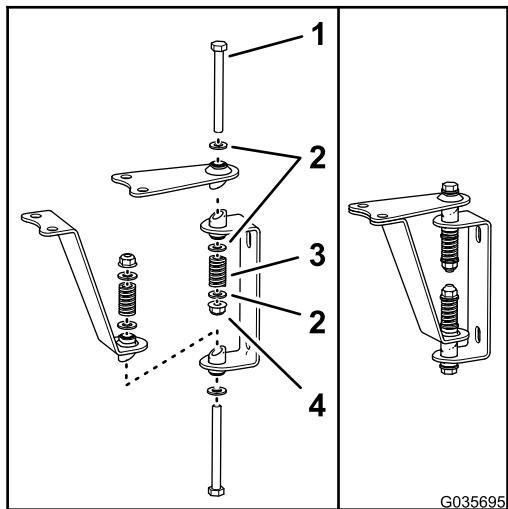
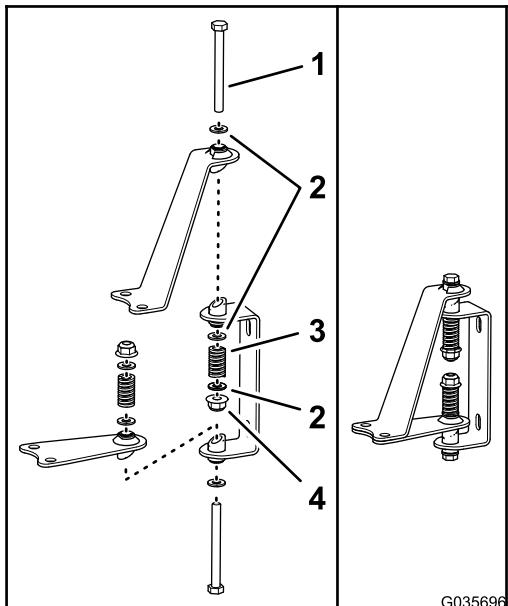

图 4
图 5
4. 如图 4 或图 5 所示将螺栓穿过铰接的焊接管开口、铰链和箍带并插入。
5. 在两个螺栓的裸露端安装扁平垫圈**图 4**或**图 5**。
6. 在两个螺栓的端部安装弹簧**图 4**或**图 5**。
7. 在两个螺栓的端部安装扁平垫圈和锁紧螺母**图 4**或**图 5**并拧紧锁紧螺母直到弹簧不再松弛。